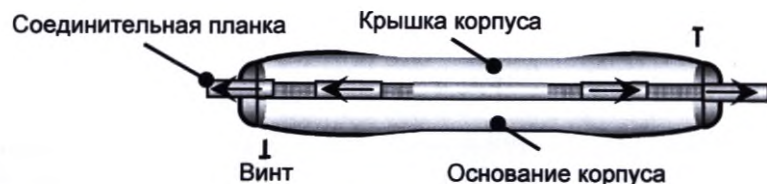

Рис. 6
- Открутить 2 винта, соединяющие крышку и основание корпуса (рис.6)
- Сдвинуть и снять соединительные планки по боковым сторонам рециркулятора (рис.6).